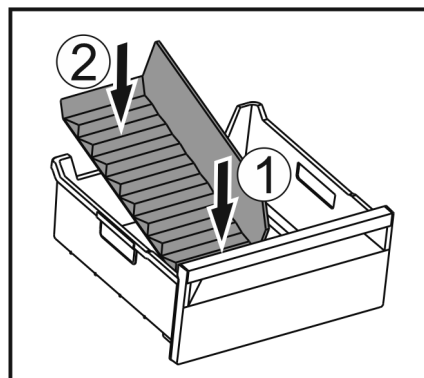

Fig. 139
- Pange jääkambrieraldaja eesmine osa sisse. Fig. 139 (1)
- Langetage jääkambrieraldaja tagumine osa sahtlipõrandani. Fig. 139 (2)